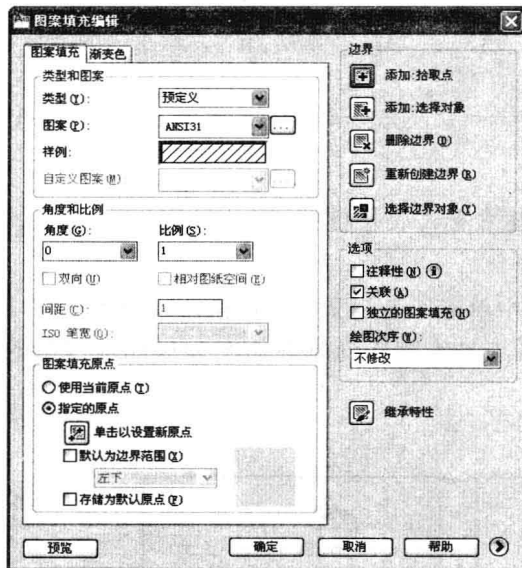

图 5-4-4
(5) 在“绘图”面板中单击“图案填充”按钮, 打开“图案填充和渐变色”对话框, 单击图案右侧的下拉按钮, 在下拉列表中选择填充图案的名字 ANSI31, 如图 5-4-4 所示。